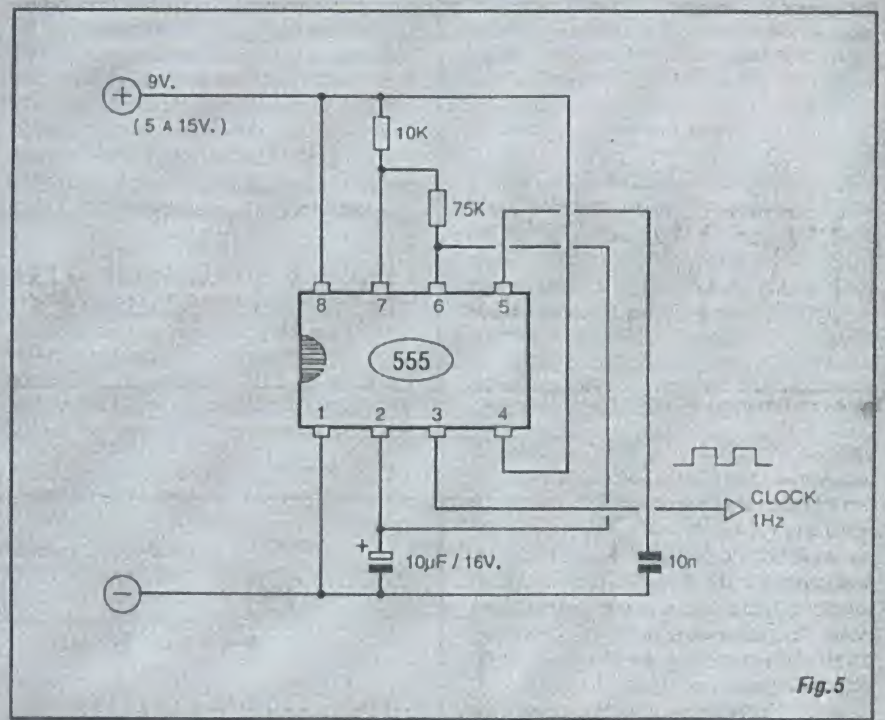

Fig. 5
- FIG. 5 - CLOCK COM 555 - Um simples arranjo ASTÁVEL centrado num Integrado 555 (estrutura e componente *já* estudados...). A Frequência do "trem" de pulsos pode ser dimensionada pelos valores dos resistores/capacitores... No caso do exemplo (com os valores indicados...), o *clock* apresenta uma frequência de aproximadamente 1 Hz (um pulso por segundo...), podendo ser usado - numa sugestão - como prática "base de Tempo" para um interessante "contador de segundos" digital, se acoplado a blocos como os mostrados na "Aula" anterior...